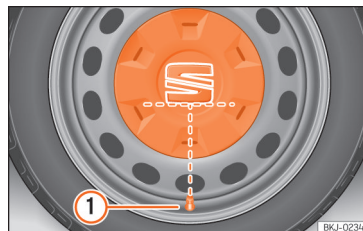

Abb. 34 Korrekte Anbringung der Radvollblende für Stahlfelgen.
- Legen Sie die Radvollblende an die Felge. Die Unterseite des Buchstabens „S“ des SEAT-Emblems muss mit dem Reifenventil übereinstimmen »» Abb. 34 ①.